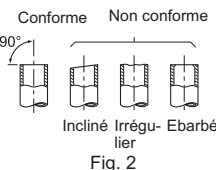

Fig. 3
- 2) Ebarbez parfaitement la partie tronçonnée du tuyau. (Fig. 3)